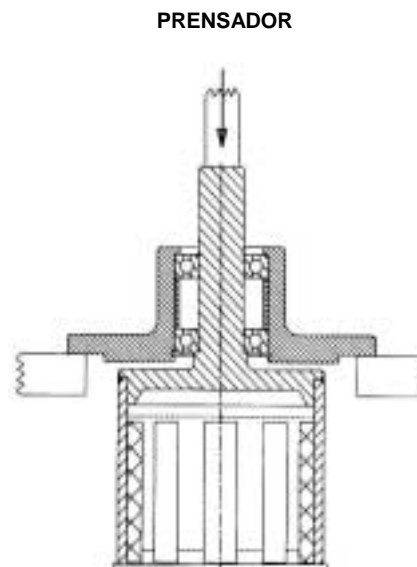

FIGURA 13
2. Retire el aro de retención externo, del eje, coloque la unidad en el prensador y empuje el eje hacia fuera tal como se indica en la Figura 13. Sujete el extremo del magnetismo exterior para evitar que caiga y posibles daños.